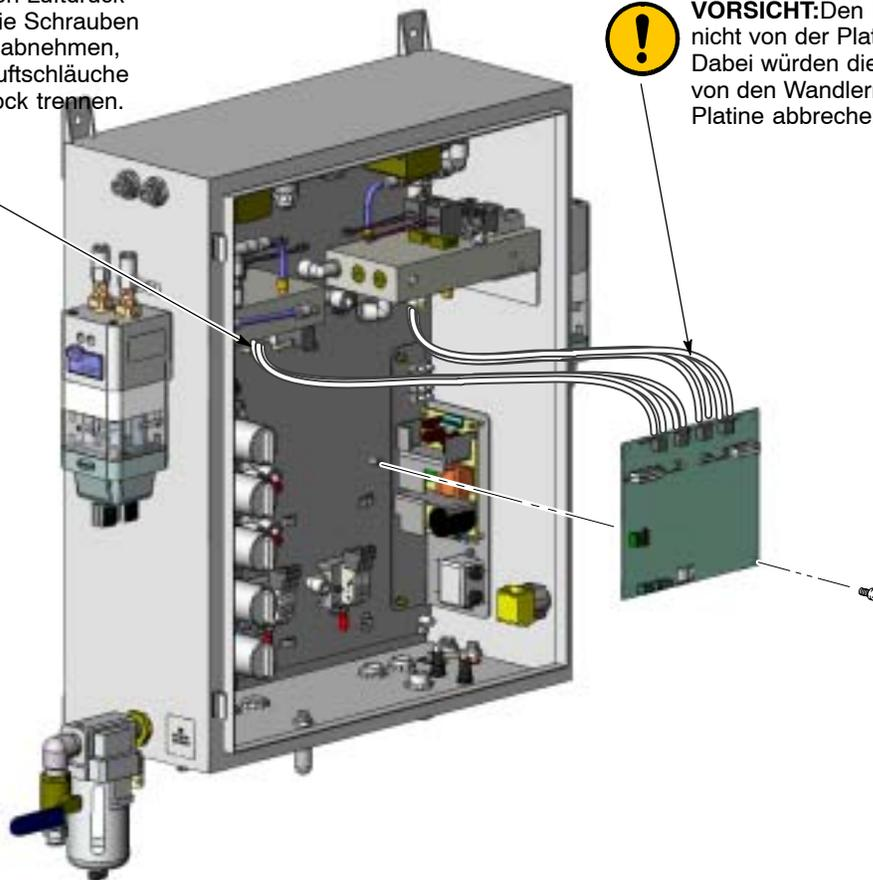

Abb. 2 Platine einsetzen
3. Siehe Abbildung 2. Tür der Pumpenkonzole öffnen und alle Kabelbäume von der Platine abnehmen.